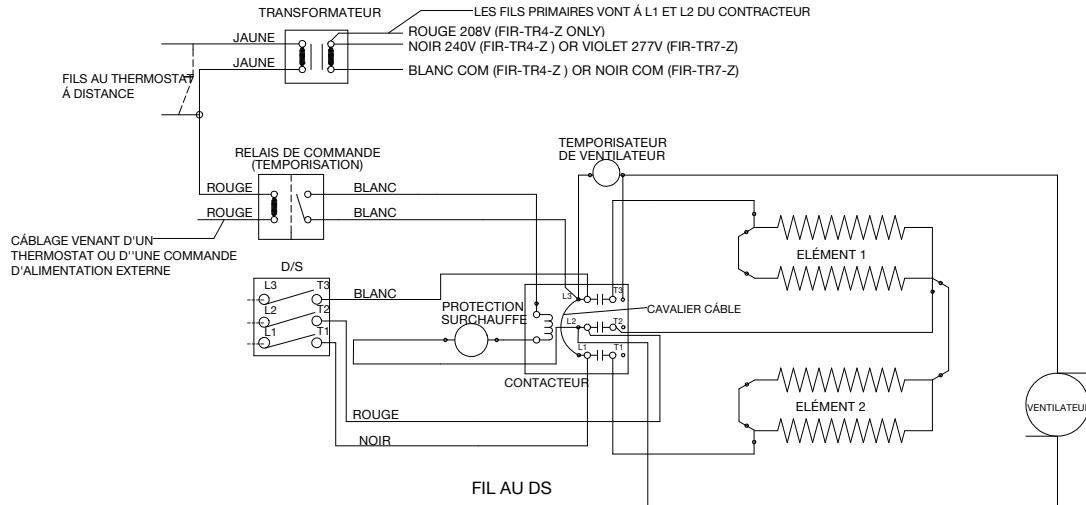

Figure 10
2. Pour câbler le transformateur et le relais, voir le schéma de câblage, figure 10, et effectuer ce qui suit :
- Pour câbler le transformateur, le relais et le thermostat, consultez le schéma de câblage, figure 10, et procédez comme suit :